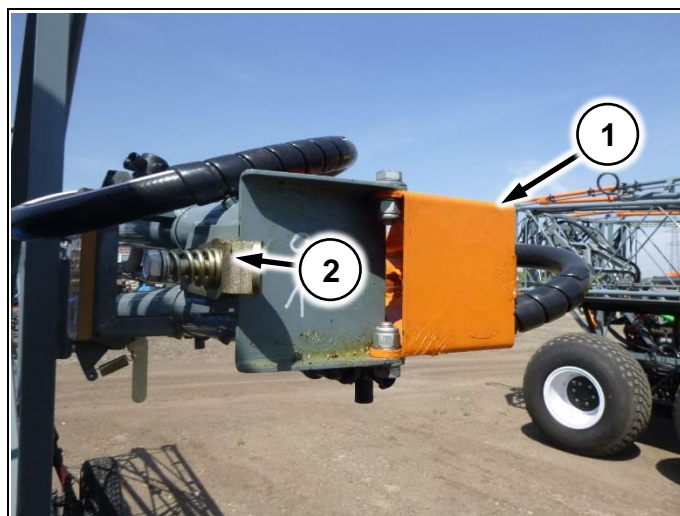

Рис. 92
3. Открыть флажок (Рис. 92/2) и открыть складывающуюся законцовку (Рис. 92/1) до фиксации в замке (Рис. 92/2)